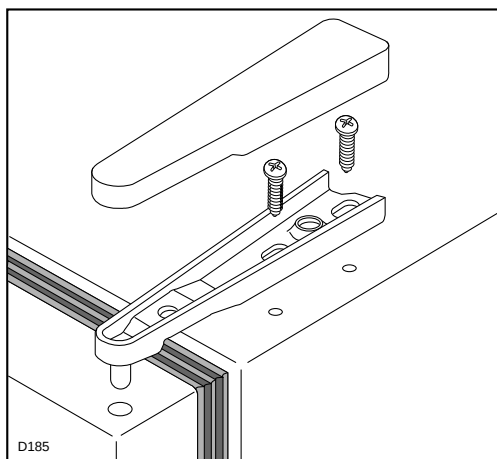

Рис. 3
Снять верхний шарнир (рис. 3) и освободить верхнюю дверь от среднего шарнира.
Снять средний шарнир, перевернуть его на 180° и, после удаления заглушек Ф (рис. 3а), установить шарнир на противоположную сторону (рис. 3б). Заглушки должны быть установлены в отверстия, которые остались открытыми с противоположной стороны.
Удалить правую ножку (Н), шарнир (I) и стопор (L) и установить их на левую сторону (рис. 3с).
Удалить крышки винтов ручек (рис. 3д). Снять ручки и установить их на противоположную сторону. Неиспользуемые крепежные отверстия заделаны пластмассовыми заглушками. Эти заглушки следует удалить и установить в отверстия, оставшиеся открытыми после изменения направления открытия дверей.
Рис. 3а
Рис. 3б
Рис. 3с
Рис. 3д